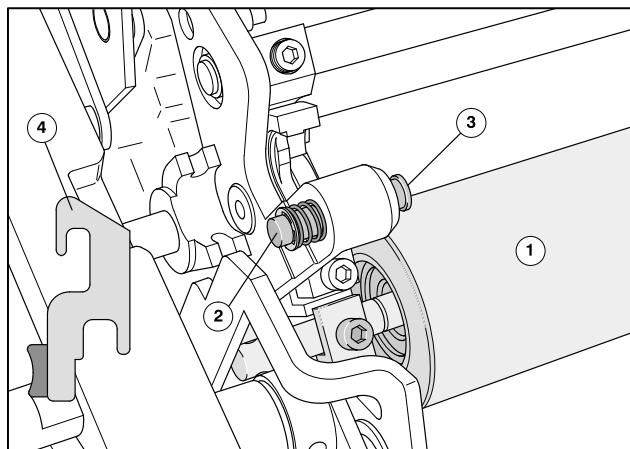

図9 湿し装置のシールの取り付け
清掃の後や水着けローラ(図9/①) および水ならしローラを取り付けた後は、サイドシール(図9/④)を取り付けなければなりません。サイドシール(プラスチック製)がローラ本体の方を向き、シール取り付け部の面取りされた側が版胴の方を向くように取り付けてください。
- ① 水着けローラのスイベルレバーと水着けローラの側面の間に、シール(図9/④)を差し込みます。
- ② 湿し装置のサイドフレームにあるスプリングボルト(図9/②)を、印刷機の中央に向かって押します。
- ③ 押し出されたピン(図9/③)に、シール取り付け部の鍵型に曲がった箇所をはめて、軽く下に押します。
- ④ スプリングボルト(図9/②)から手を離します。
- ⑤ 反対側のシールも同じ方法で取り付けます。
- ⑥ 版胴の上のガードを閉じます。